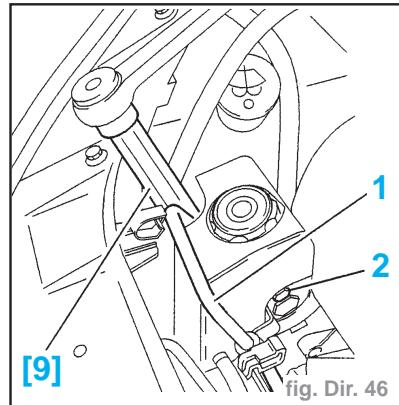

fig. Dir. 46
- Dévisser le tuyau (1) à l'aide de l'outil [9] (-.0720E) (fig. Dir. 46).